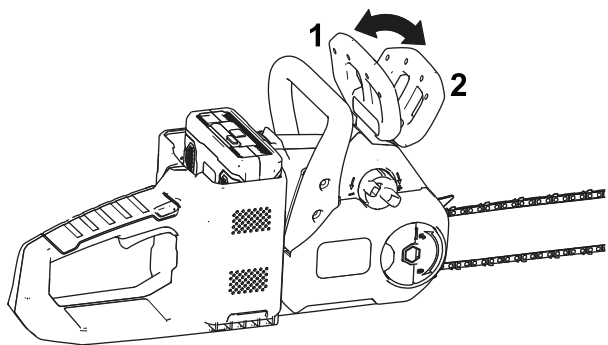

Figure 27
2. Engagez le frein de chaîne en l'actionnant vers l'avant à la position ARRÊT (Figure 27).
4. Désengagez le frein de chaîne en l'actionnant vers l'arrière à la position MARCHÉ (Figure 27).
2. Desserrez, mais ne retirez pas, l'écrou à oreilles du couvercle (Figure 27).